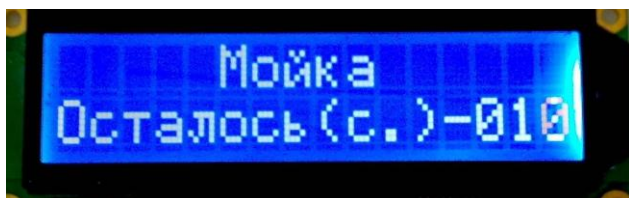

Рис.6.1.
5.4. Мойка работает по трем программам длительностью 20, 40, 60с выбираемой в зависимости от степени загрязнения колеса. Во время процесса мойки дисплей отображает количество секунд оставшихся до конца выполнения программы (рис. 6.1).